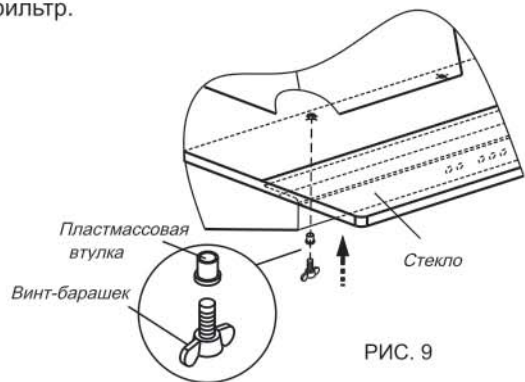

РИС. 9
6.6 Крепление стекла (рис. 9).